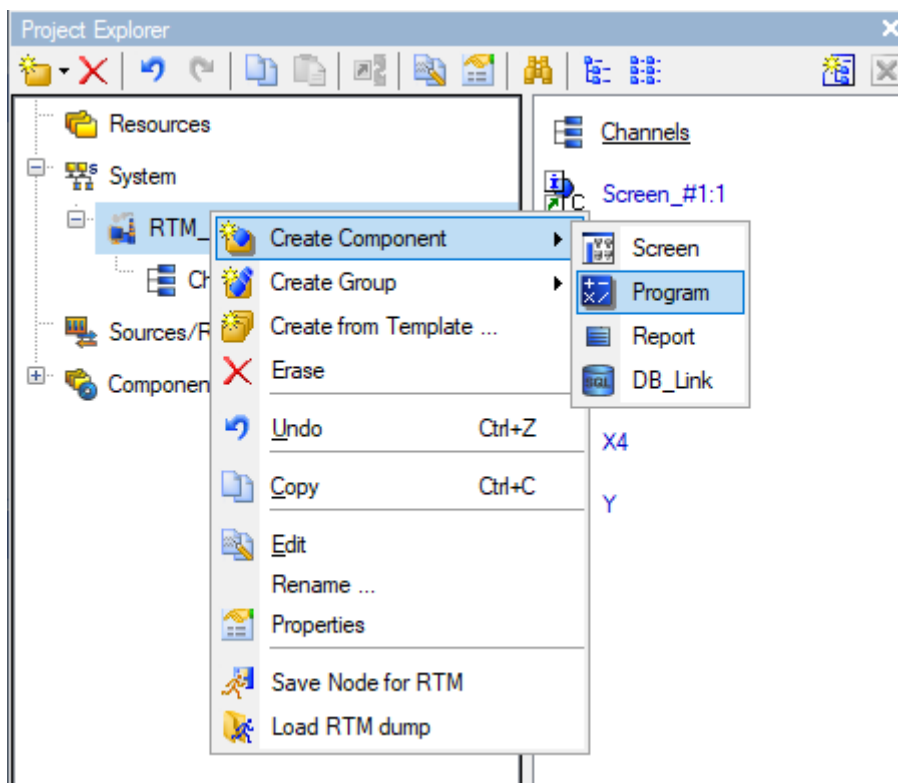

Рисунок 15 – Створення компоненти Програма
1.6 Створити програму мовою FBD. Створимо програму, яка буде реалізовувати задану логічну функцію. Подвійним натисканням ЛК відкрити вузол **RTM_1** та створити в ньому компоненту **Program** (Програма) (рис. 15).